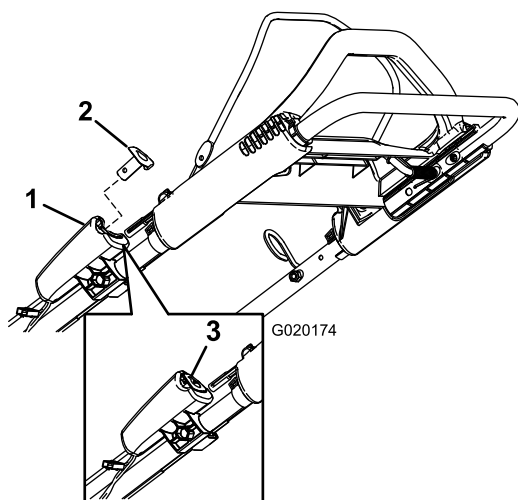
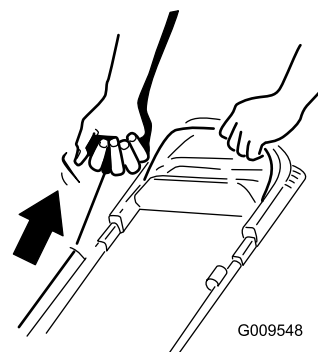

Bild 15
Bild 16
2. Drücken Sie die Elektrostarttaste (Bild 15) oder ziehen Sie leicht am Rücklaufstartergriff (Bild 16), bis Sie einen Widerstand spüren. Ziehen Sie ihn dann kräftig durch und lassen ihn langsam in die Seilführung am Holm zurückgehen.